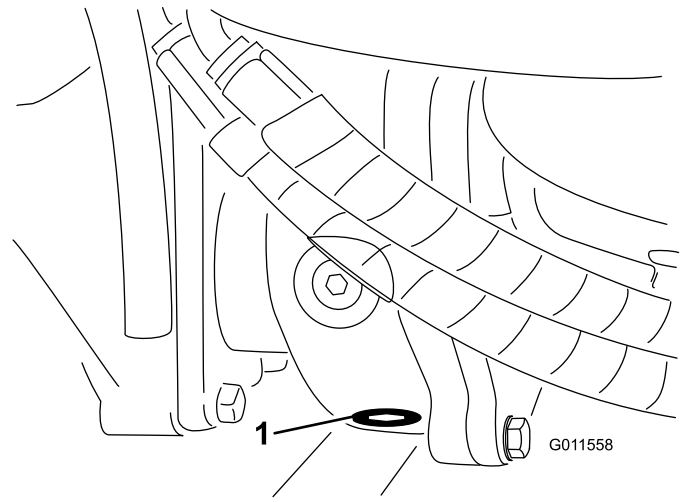

Figure 64
5. Nettoyez la surface autour du bouchon de vidange au bas du boîtier d'engrenages (Figure 64).